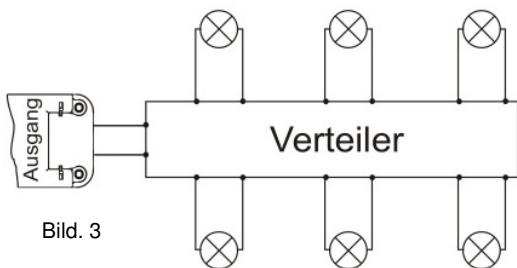

Bild. 3
- Für Ausgangsleitungen mit einen Durchmesser über 4 mm², muss eine Klemmleiste als Verteiler für größere Glühbirnenmengen benutzt werden (Bild 3),